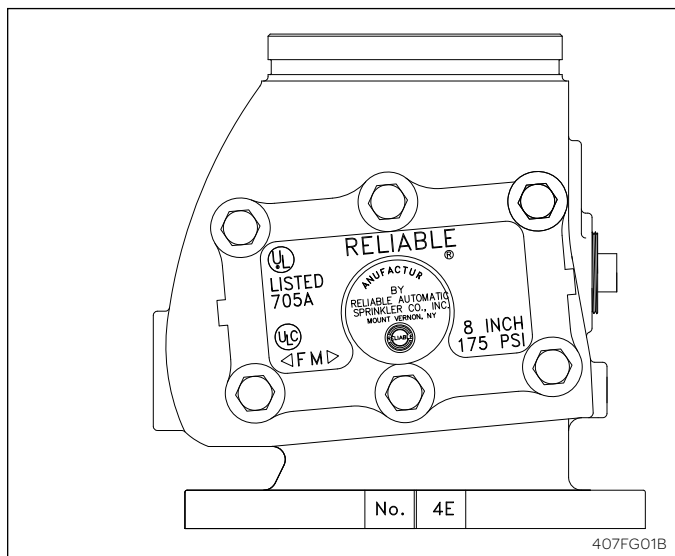

Fig. 1
- b. Ingresso standard con flangia secondo norma US e uscita scanalata (Fig. 1):